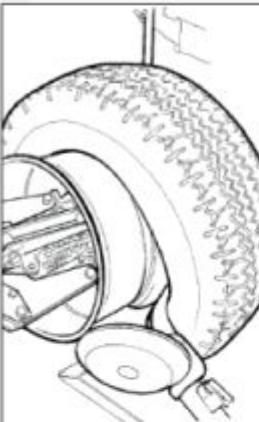

Рисунок 18
- поверните съемный рычаг на 180° и вставьте его между диском и бортиком (см. рис. 18). Перемещайте его, пока бортик не окажется на краю диска (лучше делать это на врачающемся колесе),